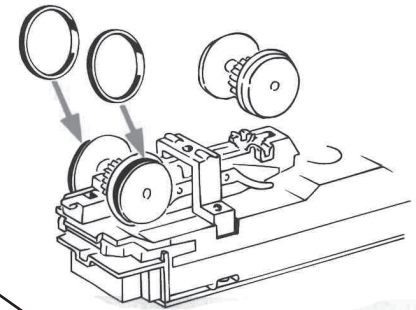
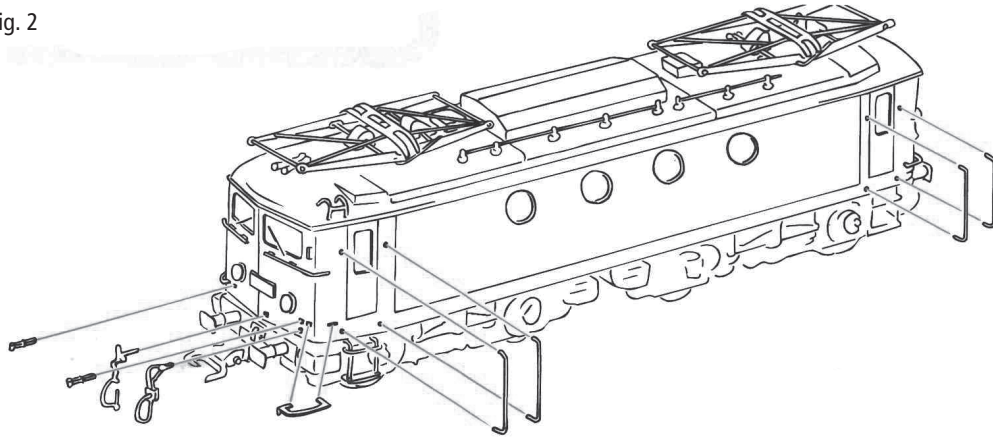
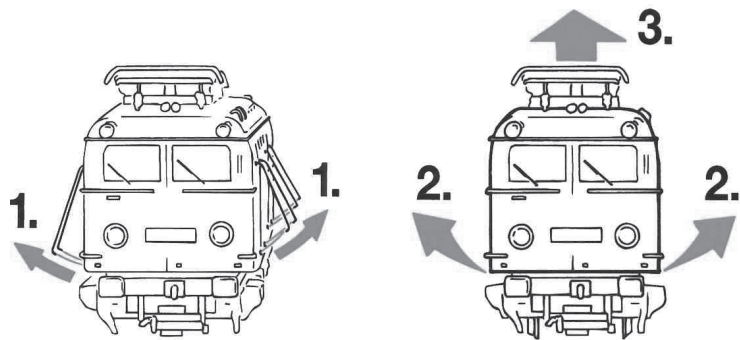

Fig. 11
Fig. 3
Fig. 5
Mehrzugbetrieb: Zuerst Lokgehäuse abnehmen (Fig. 3). Danach den Brückenstecker aus der Schnittstelle entfernen (diesen sorgsam aufbewahren). Danach den Stecker des Steuerbausteins lagerichtig einsetzen (siehe Fig. 5).
2. Schmierung: Versehen Sie die im Schmierplan in Fig. 7 gekennzeichneten Stellen mit nur **kleinen Öltropfen**. Dazu zuerst das Lokgehäuse abnehmen (Fig. 3). Wir empfehlen den ROCO **Öler Art.-Nr. 10906**. Fürs Schmieren der Getriebeteile (Zahnräder, Schnecke) empfehlen wir das **ROCO-Spezialfett Art.-Nr. 10905**. Im Falle der Schmierung diese Teile **nicht ölen**.
4. Kohlebürstenwechsel: Lokgehäuse abnehmen (Fig. 3). Danach wird der Motor ausgebaut und die Kohlebürsten ausgewechselt (Fig. 11).
Finally put the plug of the chip into the interface as shown in fig. 5.
2. Lubrication: Apply **tiny oil drops** to spots marked in fig. 7. Prior to lubrication dismantle locomotive (fig. 3). We recommend using item no. **10906, ROCO oiler**. For lubrication the gearparts (e.g. cogwheels, worm) we would recommend our ROCO **special grease** (item no. **10905**).
4. Carbon Brush Changing: First remove loco body (fig. 3), and then the motor (fig. 11).
Enlevez la fiche de shuntage de l'interface (à conserver!) et enfichez finalement la fiche du module de télécommande aux prises de l'interface. Veillez à la position correcte de la fiche (voir fig. 5).
2. Graissage: N'appliquez **qu'une toute petite goutte** aux endroits indiqués par le plan de graissage (fig. 7) après avoir démonté la caisse de la locomotive (fig. 3). Nous vous recommandons le **graisseur à huile ROCO réf. 10906**. Pour graisser les engrenages (roues dentées, vis sans fin) nous vous conseillons la **graisse spéciale ROCO réf. 10905** pour engrenages en matières synthétiques. Lorsque vous utilisez cette graisse il faut éviter d'huiler ces composants.
4. Remplacement des balais du moteur: Démontez la caisse (voir fig. 3). Démontez ensuite le moteur et échangez le balais (fig. 11).